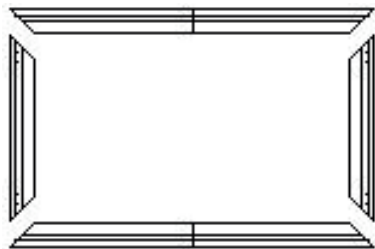

Fig. 3
3. Placez les quatre barres de cadre 2x (A) et 2x (B) dans la position finale sur le sol (fig. 3).